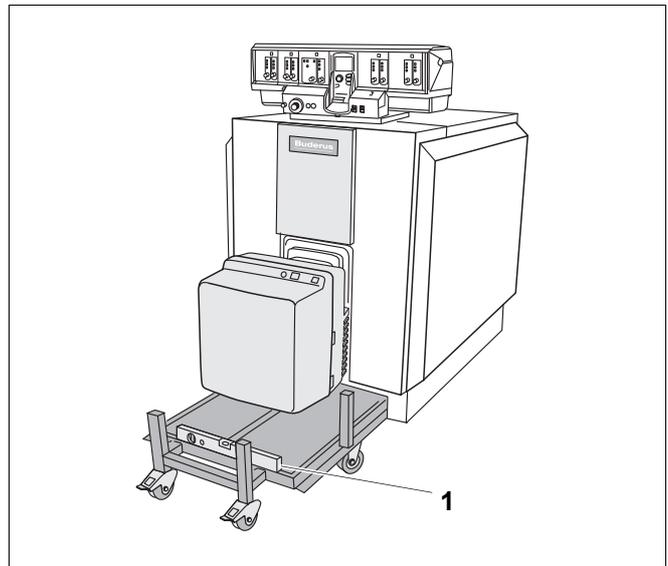

Рис. 6 Выравнивание опорной плиты
- Задвиньте опорную плиту под горелку в положение, как будет в дальнейшем находиться кожух (рис. 6).
- Выровняйте опорную плиту по уровню (рис. 6, [1]).